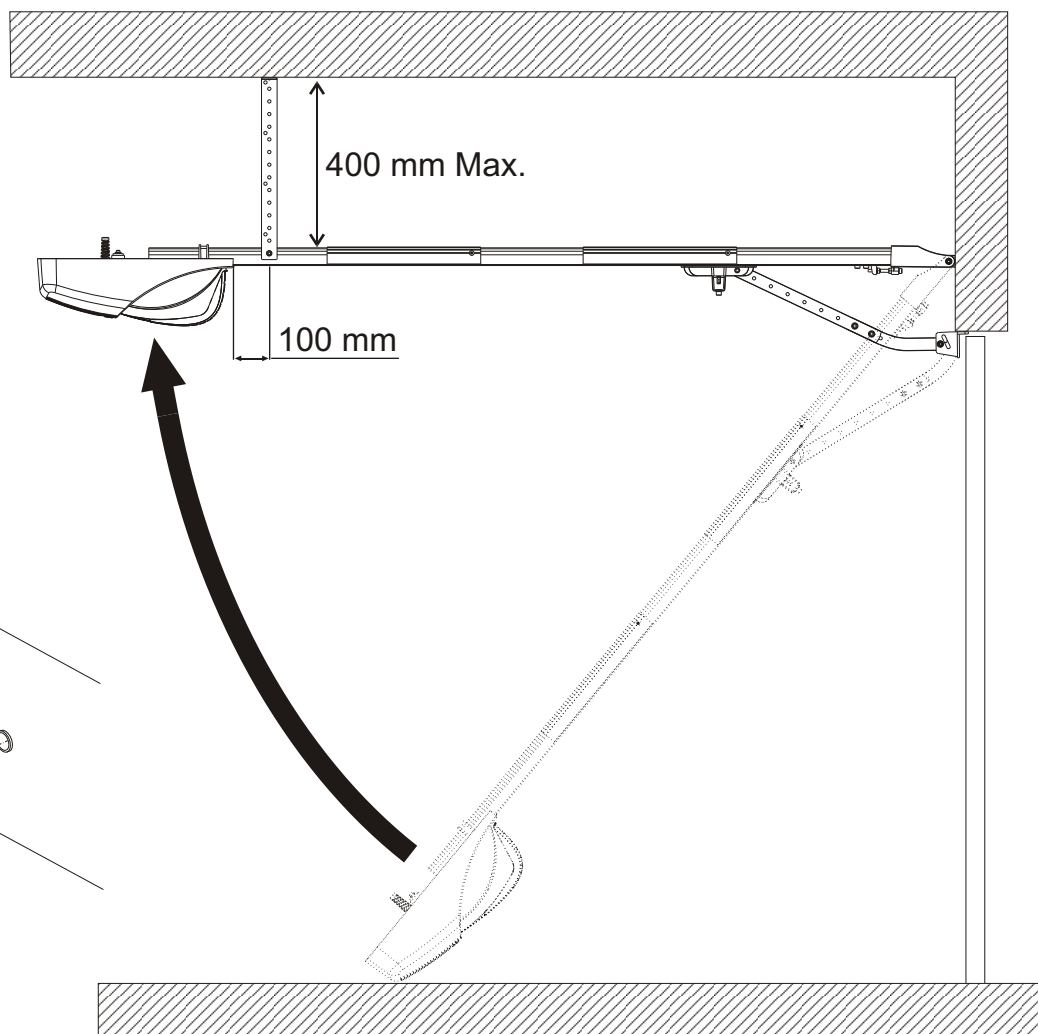

Abb. 9
- Den Corona Antrieb anheben und an der Decke mit den dafür vorgesehenen Bügeln befestigen, dabei einen Höchstabstand von 400mm von der Decke einhalten und so vorgehen, dass der Corona Antrieb in einer einwandfrei horizontalen Position befestigt wird. (Abb.9);